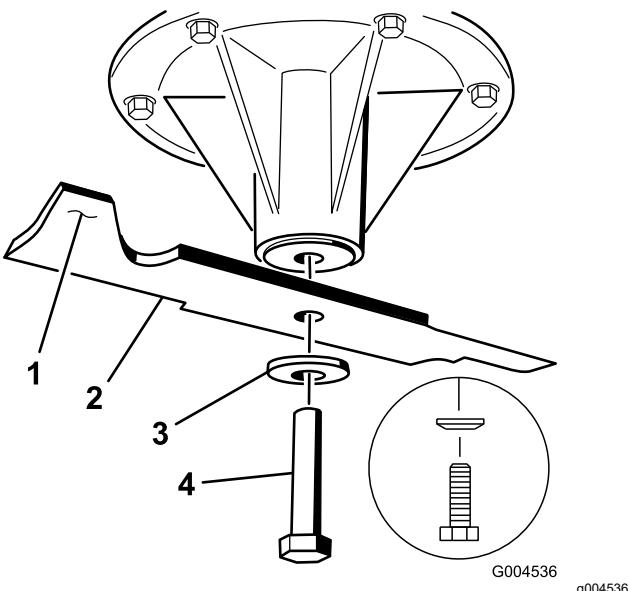

Figura 114
2. Retire del eje el perno de las cuchillas izquierda y central, la arandela curva y la cuchilla (Figura 114).
3. Retire del eje el perno de la cuchilla derecha (perno con rosca a izquierdas), la arandela curva y la cuchilla (Figura 114).
1. Instale las cuchillas izquierda y central, las arandelas curvas y los pernos de las cuchillas en los ejes (Figura 114 y Figura 115).
Nota: Instale la arandela curva con el cono hacia la cabeza del perno (Figura 114).
2. Instale la cuchilla derecha, la arandela curva y el perno de la cuchilla (perno con rosca a izquierdas) en el eje (Figura 114 y Figura 115).